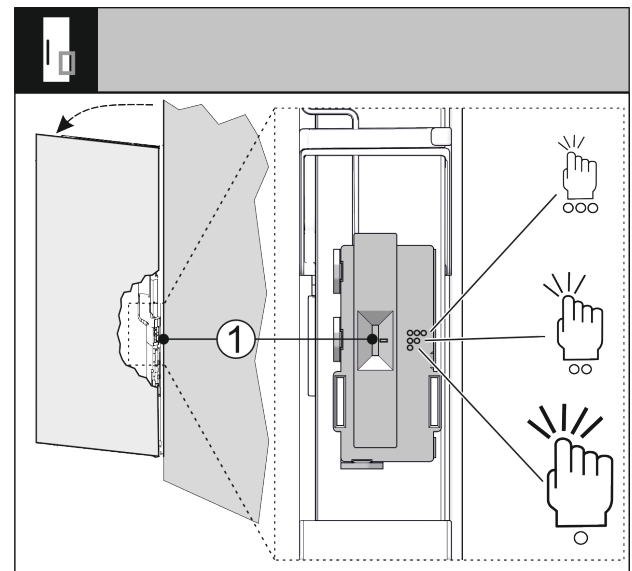

Fig. 32
Puede ajustar la sensibilidad del sensor de golpes mediante un interruptor Fig. 32 (1). El interruptor está en el lado de las bisagras, en el tercio inferior de la puerta.
- ▶ Deslice el interruptor Fig. 32 (1) hasta la posición deseada.